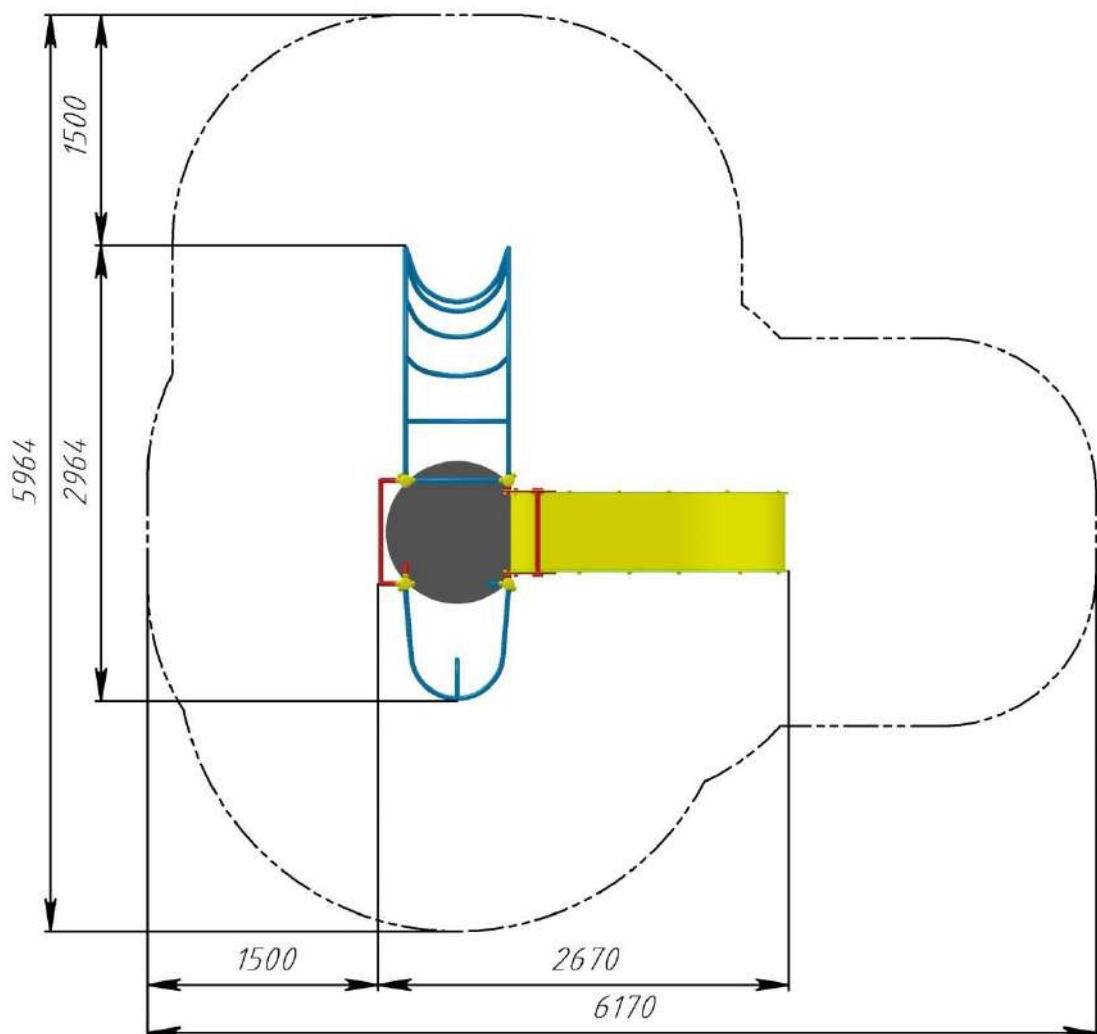

Рис.2 Безопасная зона приземления игрового комплекса РТР 28-02
12.4. Монтаж игрового комплекса проводится на ровной площадке, свободной от насаждений. Размер площадки должен обеспечить безопасную зону приземления вокруг игрового комплекса в соответствии с рис. 2.